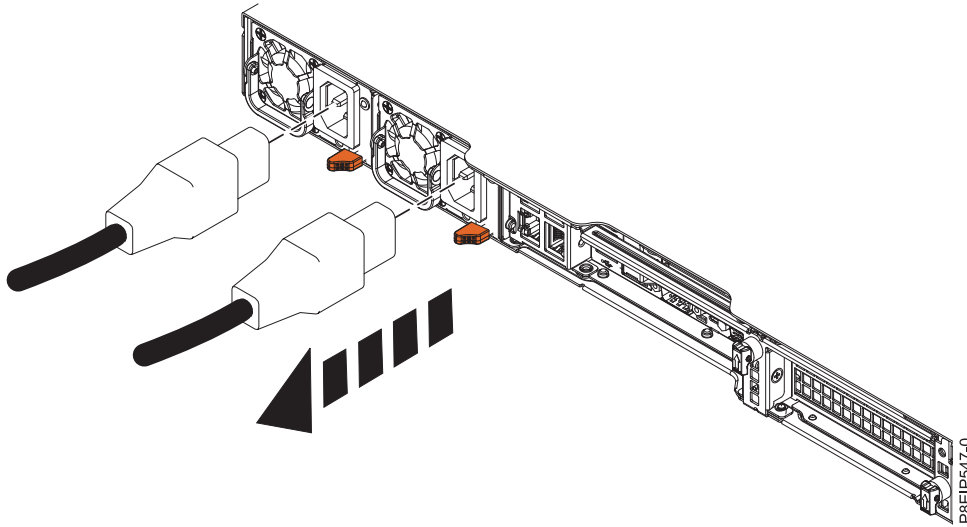

Figure 61. Retrait des cordons d'alimentation du système
2. Étiquetez et déconnectez les cordons d'alimentation du système comme indiqué dans la figure 61, à la page 98.